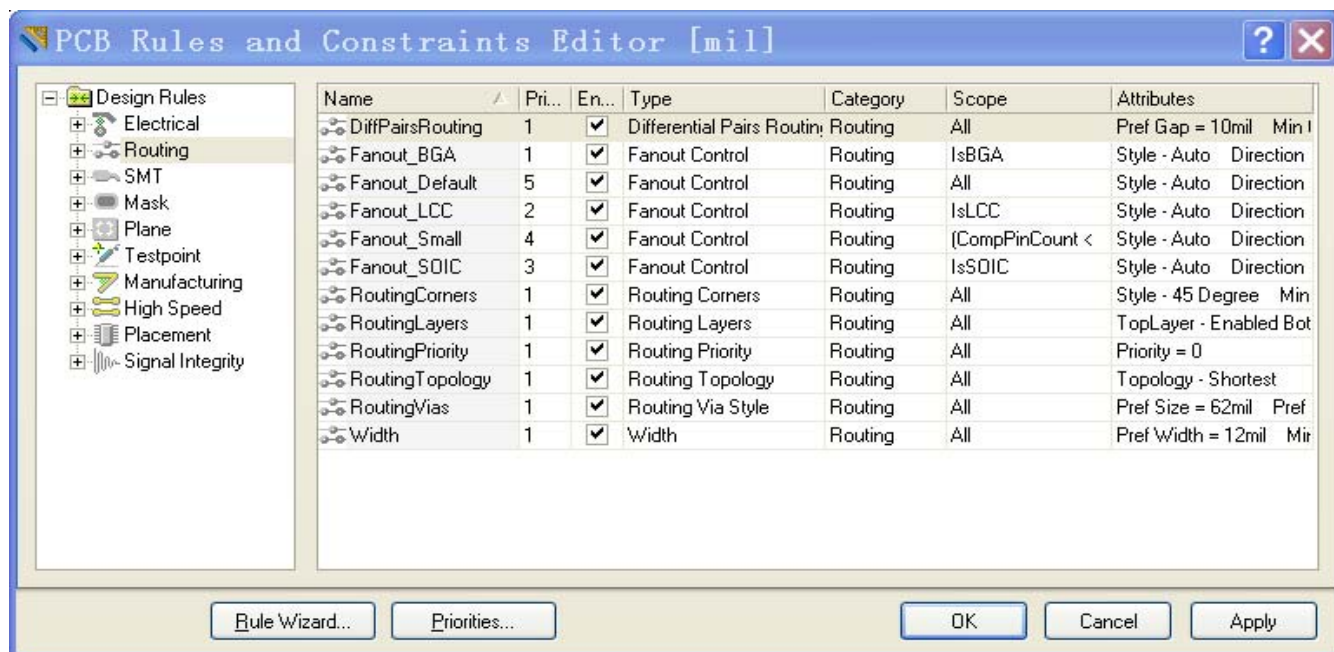

图3-17 设计规则对话框
- 2. PCB Rules and Constraints Editor 对话框出现。每一类规则都显示在对话框的设计规则面板的左边Design Rules文件夹的下面，如图3-17所示。双击Routing展开显示相关的布线规则，然后双击Width显示宽度规则。